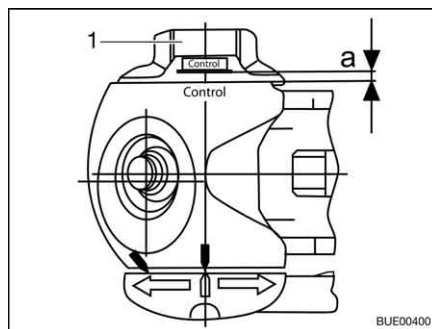

Bild 201 Verschleißkontrolle
- Handrad (Bild 201,1) zudrehen, bis die Drehmomentbegrenzung hörbar und spürbar durchratscht. Drehrichtung: im Uhrzeigersinn.
- Abstand $a > 0$ (Bild 201): Verschleiß innerhalb des zulässigen Bereiches.